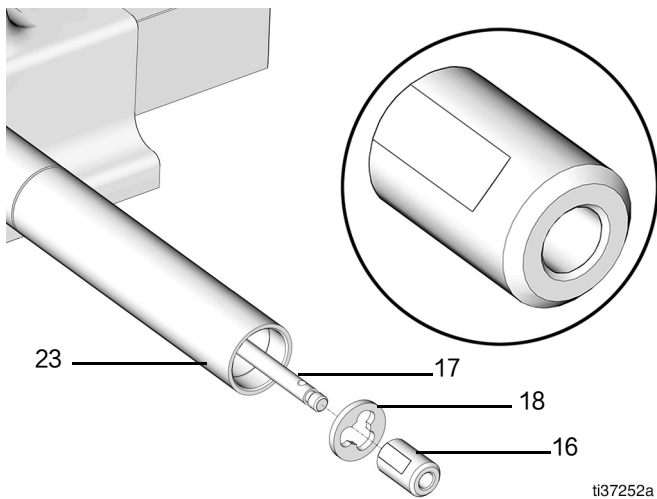

图 62
18. 将隔圈 (18) 放入泵下部管 (23) 中, 直到就位 (图 62)。
19. 将梭阀 (16) 安装到铲杆 (17) 上, 并将凹槽朝上 (图 62)。